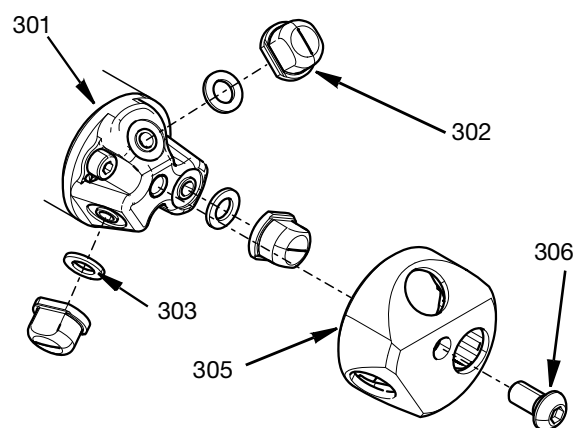

FIG. 4
1. Placera tre munstyckspackningar (303) i matchande urtag på munstyckshuvudet (301).
2. Munstyckena (302) ska sättas in i munstyckshållaren (305) och se till att munstyckena är inpassade i munstyckshållaren.
3. Munstyckslocket med munstyckena insatta måste fästas ordentligt på munstyckshuvudet (301) med M6-insexskruven (306) i mitten av locket. Dra åt till 3,3 N•m (29,2 in-lbs). Se FIG. 4.